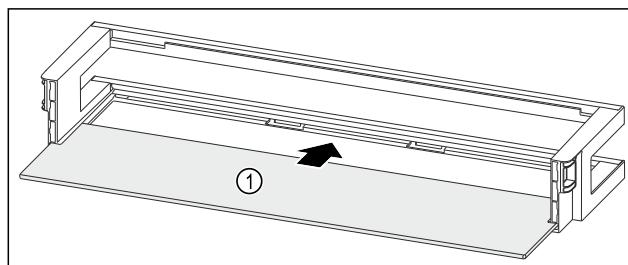

Fig. 93 Türabsteller mit Abstellfläche
- Abstellfläche Fig. 93 (1) in die seitlichen Einsparungen einschieben.